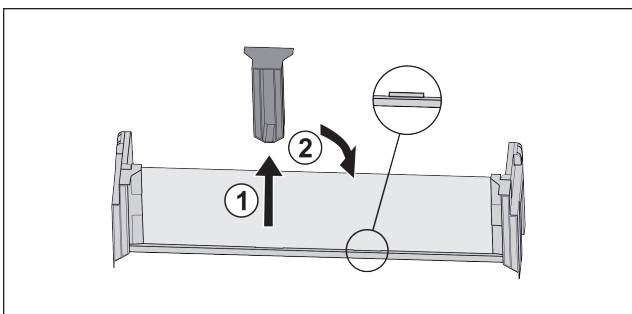

Fig. 54
- ▶ Retire la pieza de sujeción del medio Fig. 54 (1).
- ▶ Inserte la pieza de sujeción central en la segunda posición Fig. 54 (2).